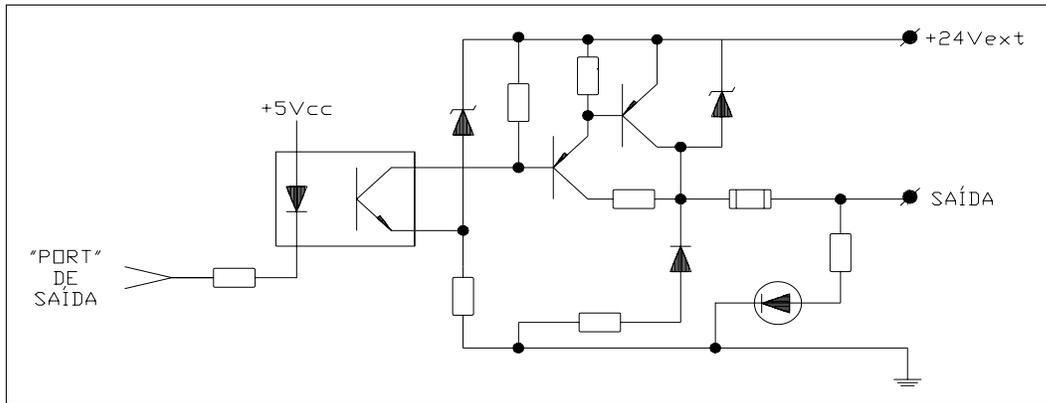
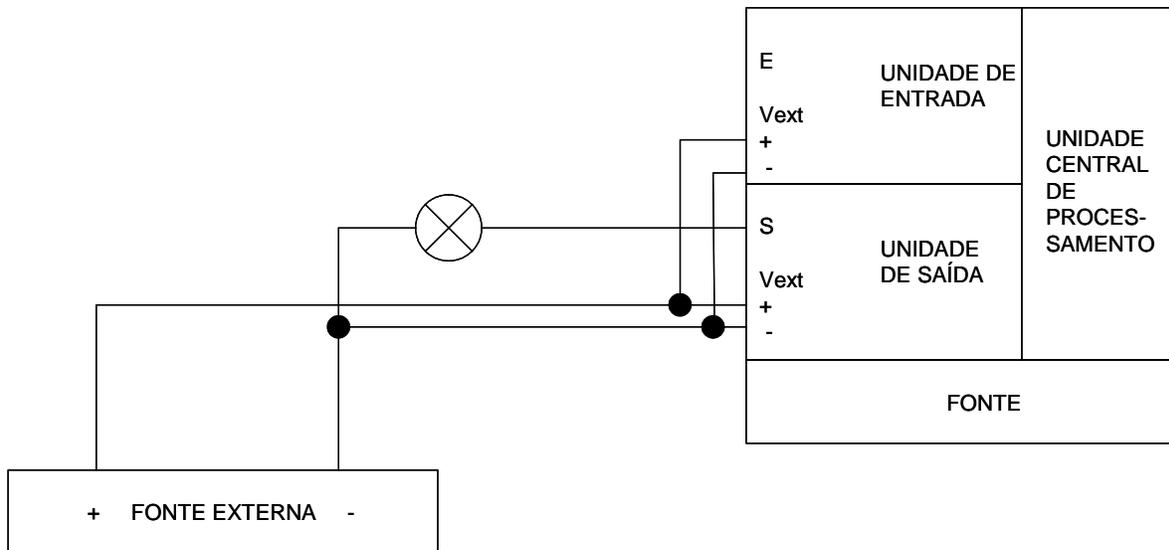

Figura 14 –Saída Tipo P
Figura 16 – Ligação da Saída Tipo P
- **Saída Tipo P:** Quando o fluxo de corrente ocorre do potencial positivo da fonte de alimentação de 24 Vcc para a saída (carga ligada entre o potencial negativo e a saída, conforme (figura 16)). A (figura 14) exemplifica o circuito de uma saída digital tipo P.